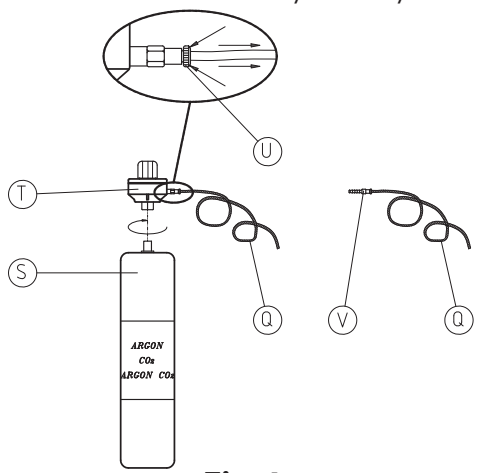

Fig.6
- Adaptateurs - Pour l'utilisation de bouteilles rechargeables il faut vous procurer un adaptateur pour bouteilles à gaz (FIG. 6)